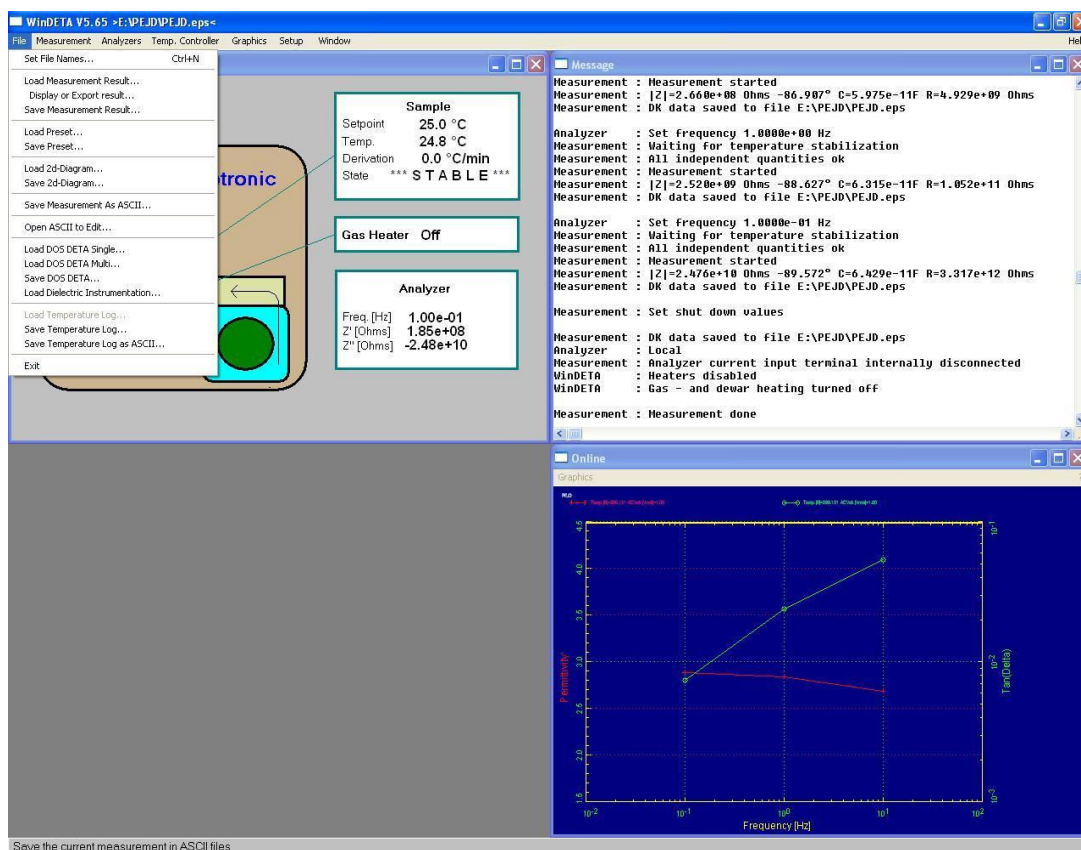
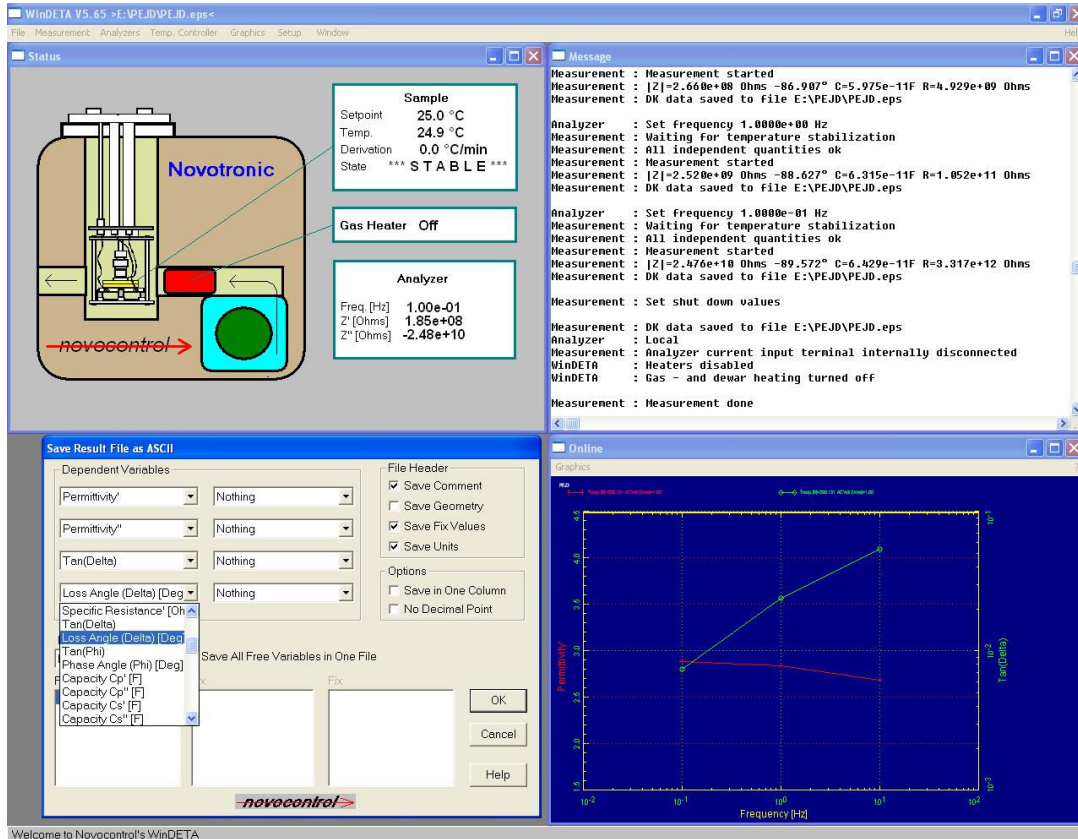

Fig.20. Salvarea și prelucrarea rezultatelor obținute
Fig.21. Salvarea rezultatelor de interes obținute
a) Din meniul **File**, se accesează opțiunea **Save Measurement As ASCII** (fig.20), și se setează datele de interes ce se vor a fi prelucrate, precum: permitivitatea electrică complexă, partea reală  $\epsilon'$  și imaginară  $\epsilon''$ , factorul de pierderi  $Tan(\Delta)$  și unghiul de pierderi  $Loss\ Angle\ (\Delta)$  [Deg], ca în fig.21. Datele sunt salvate ca fișier text.